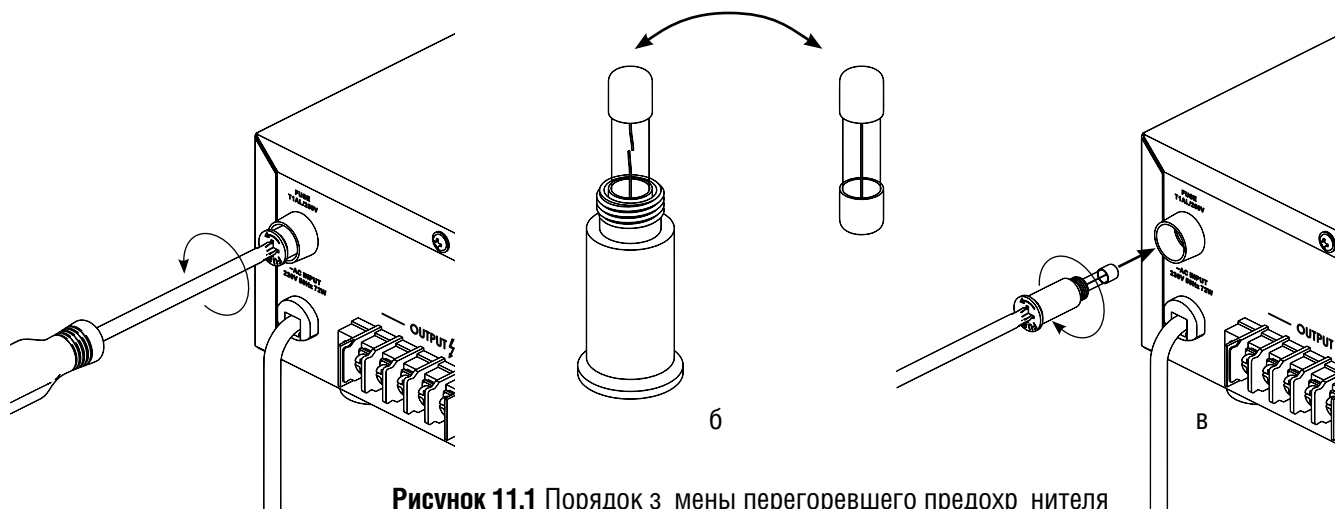

Рисунок 11.1 Порядок з мены перегоревшего предохранителя
2. Извлеките крышку предохранителя из тр нсяционного усилителя повор чив я её против ч совой стрелки крестовой отвёрткой (**Рис. 11.1, а**).
3. З мените перегоревший предохранитель испр вным, предв рительно убедившись, что в крышке не ост лось посторонних предметов (**Рис. 11.1, б**).
4. Вст вьте крышку с испр вным предохранителем в тр нсяционный усилитель и плотно з крутите её, повор чив я по ч совой стрелке (**Рис. 11.1, в**).